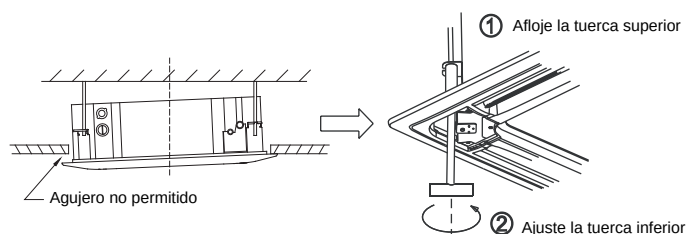

Fig.5-13
- Si el espacio entre el panel y el techo todavía existe después de la fijación de los tornillos, la altura de la unidad interior deberá ser modificada de nuevo (Ver Fig. 5-13 izquierda).
- Puede modificar la altura de la unidad interior a través de las aperturas en las cuatro esquinas del panel, si esto no influye la elevación de la unidad interior y el tubo de desagüe (Ver Fig. 5-13 derecha).